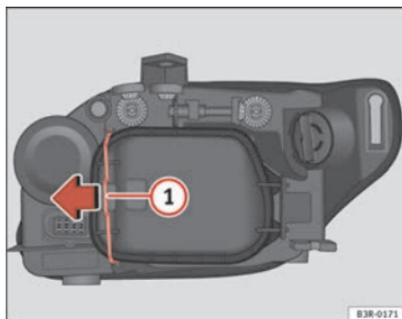

Fig. 194 Médios
⇒ página 274, fig. 194, facilita a substituição da lâmpada do indicador de
- Desloque o tirante ⇒ fig. 194 ① no sentido da seta e retire a tampa rígida separando primeiro o lado do tirante e retirando depois as duas patilhas da extremidade contrária da tampa.